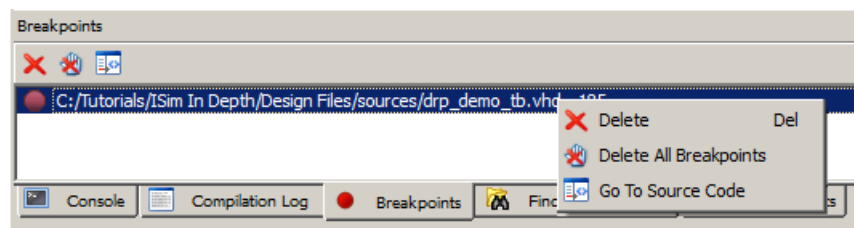

図 3-36 : [Breakpoints] パネルの右クリック メニュー
- 選択したブレークポイントが設定されているソースコードの行に移動 (図 3-36)